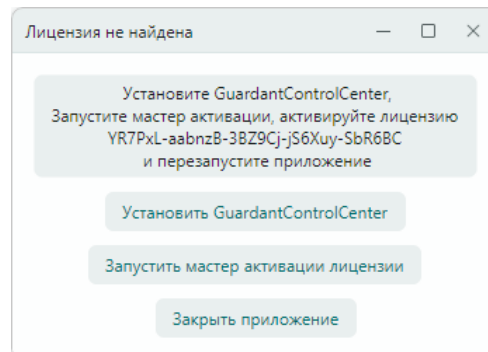

Рис. 6 Окно «Лицензия не найдена»
2. На экране отобразится главное окно программы и модальное окно «Лицензия не найдена», нажмите кнопку «Установить GuardantControlCenter», см. Рис. 6.